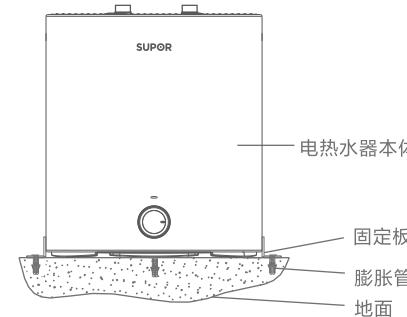

图5
5. 把固定板紧挨产品并放置到地面，并标记好螺丝孔的位置，然后根据尺寸用冲击钻在地板上钻3个固定孔，并使用膨胀管及螺钉把产品固定在地面或可靠平面上（如图5）。